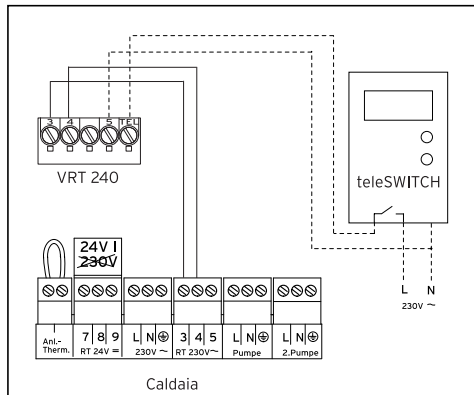

Fig. 10.1 Allacciamento elettrico
- Collegare il teleSWITCH come illustrato nella fig. 10.1. Osservare anche le istruzioni relative al teleSWITCH.